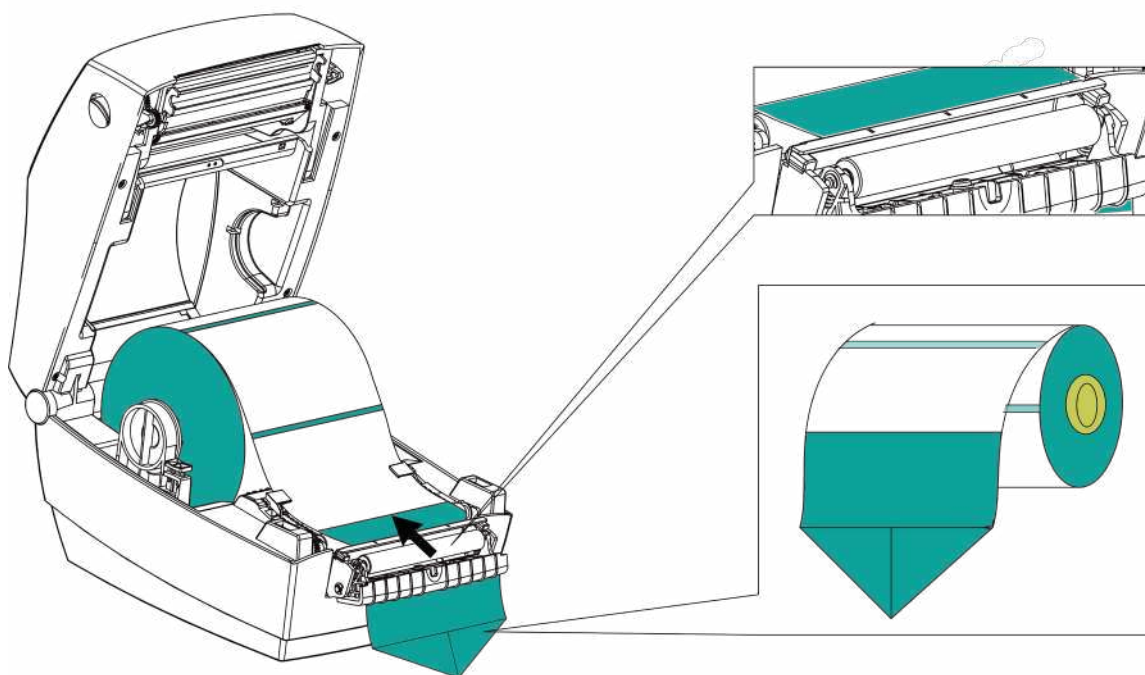

Рисунок 43. Установка этикеток
**6** Отделить несколько этикеток от подложки этикет-ленты, сложить подложку и протянуть ее в щель отделителя (рисунок 43).